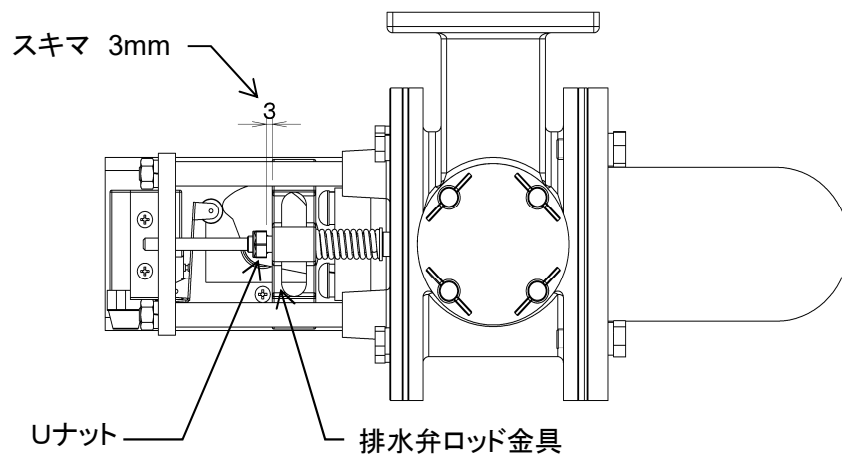

図8-16
- ・ 排水弁の押し代調整をおこないます。(図8-16)
- ・ ⑬排水弁ロッド金具と⑭Uナットとのスキマが 3mm になるようにナットを調整します。